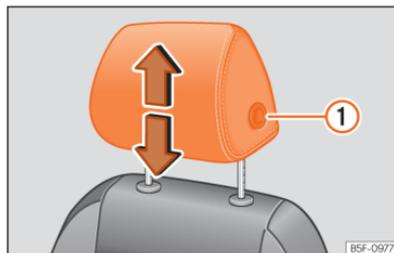
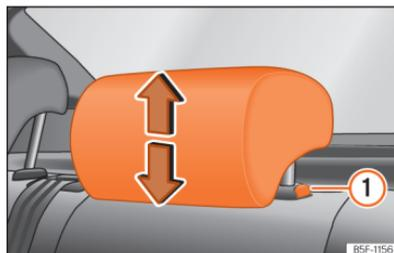

Fig. 75 Banco dianteiro: regulação do encosto de cabeça.
Fig. 76 Encosto de cabeça traseiro: ajuste do encosto de cabeça.
- Agarre o encosto de cabeça com ambas as mãos pelos lados e empurre para cima até o encaixar na posição desejada. Para baixá-lo, proceda da mesma forma, pressionando o botão lateral ① »» Fig. 75 , »» Fig. 76.